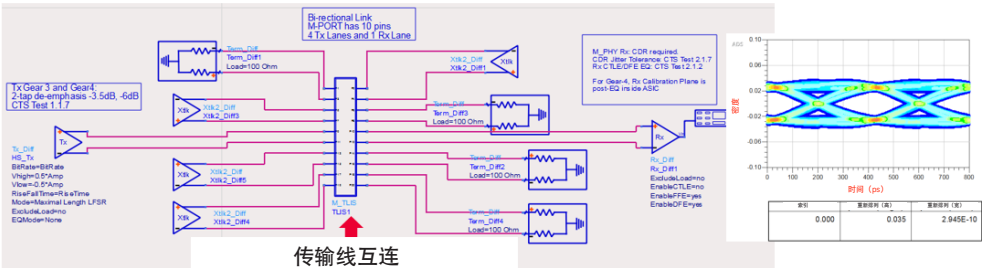
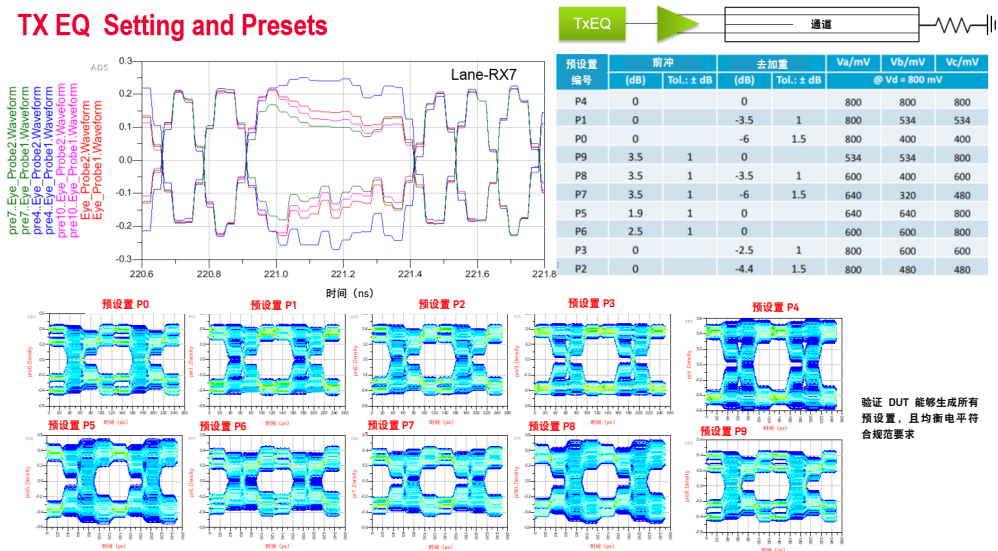

图 6. ADS 为 MIPI M-PHY 仿真提供了一个模板。
图 7. ADS 拥有用于 PCIe 3 标准的 EQ 预设置，其已添加到 PCIe 3 CTB 中。
**解决方案：**ADS 包含用于 PCIe3、USB 3.1 和 100GbE 标准的 IBIS-AMI Tx 和 Rx 模型。这些模型附带一致性测试台和/或工作区模板。两个主要示例是用于 MIPI® C-PHYSM、D-PHYSM 和 M-PHY® 的模板，以及用于 PCIe 3 标准 EQ 预设的工作区，这些工作区已添加到 PCIe 3 一致性测试台中，可以用于批处理模式的仿真（图 6 和图 7）。